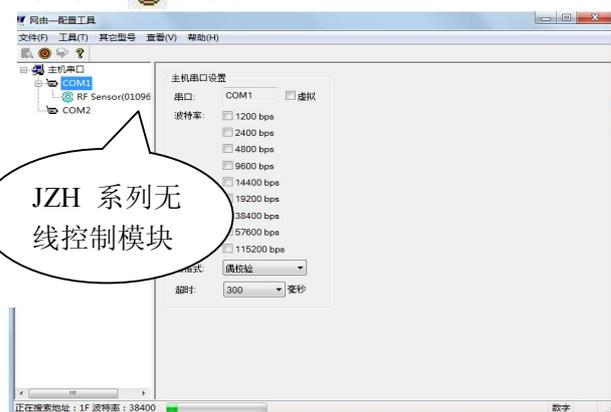

图 6-3
- 4、接通外部电源，单击  图标，在您所使用的串口下出现 JZH 系列无线控制模块如图 6-3 所示，然后单击  图标；